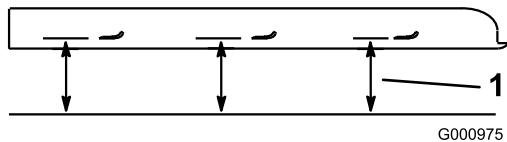

Figure 85
3. Tournez les lames dans le sens longitudinal (Figure 85). Mesurez la distance entre la surface plane et le tranchant (position A) des lames (Figure 85). Notez cette valeur.